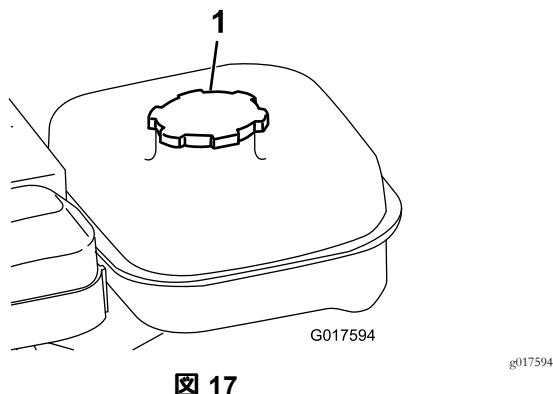

図 17
1. 燃料キャップ図 17の周囲をきれいに拭いてからキャップを外す。